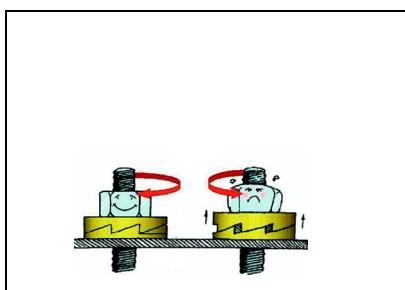

Abb. 18
- Hinweis:** Auf korrekte Anordnung der Keilsicherungsscheibe achten (Keilfläche auf Keilfläche), siehe Abb. 18, Seite 35.